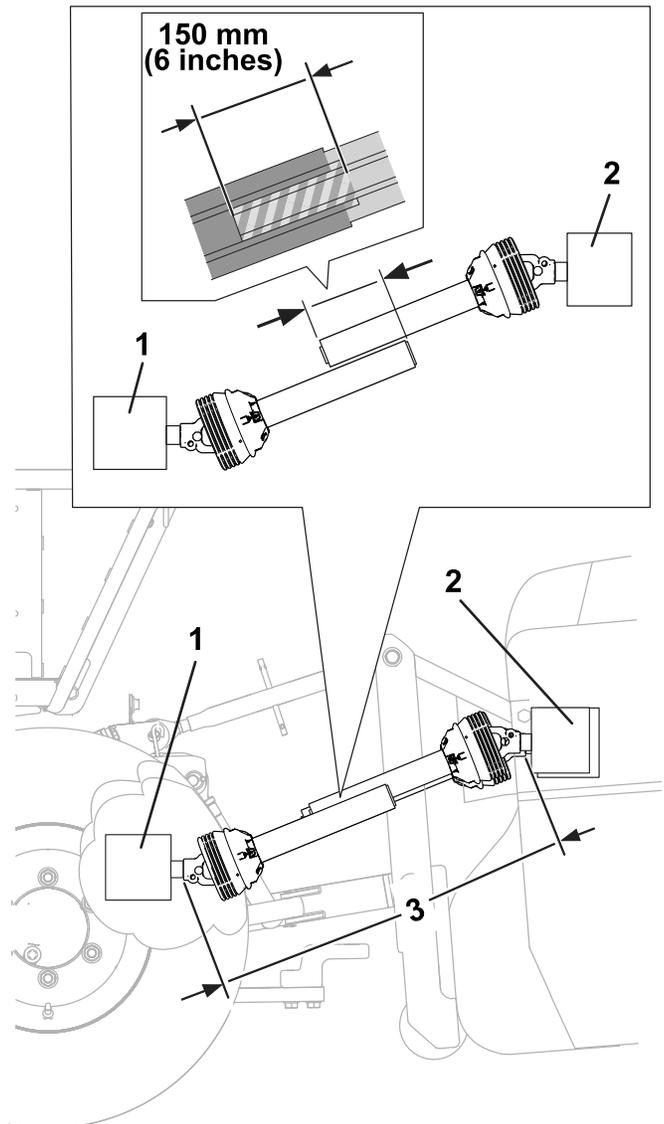

Figura 14
10. Eleve el apero hasta la posición en que el árbol de salida de la TDF de la unidad de tracción y el eje primario de la caja de engranajes están más distantes entre sí (Figura 14).
11. Sujete las secciones del árbol de transmisión en paralelo, y compruebe que se solapan 150 mm (6") o más (Figura 14).